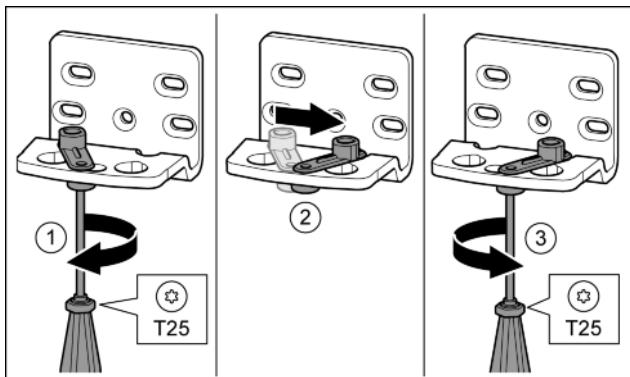

Fig. 14
- Отпустить винт отверткой T25. Fig. 14 (1)
- Приподнять фиксатор двери и, повернув на 90° вправо, вставить в отверстие. Fig. 14 (2)
- Затянуть винт отверткой T25. Fig. 14 (3)